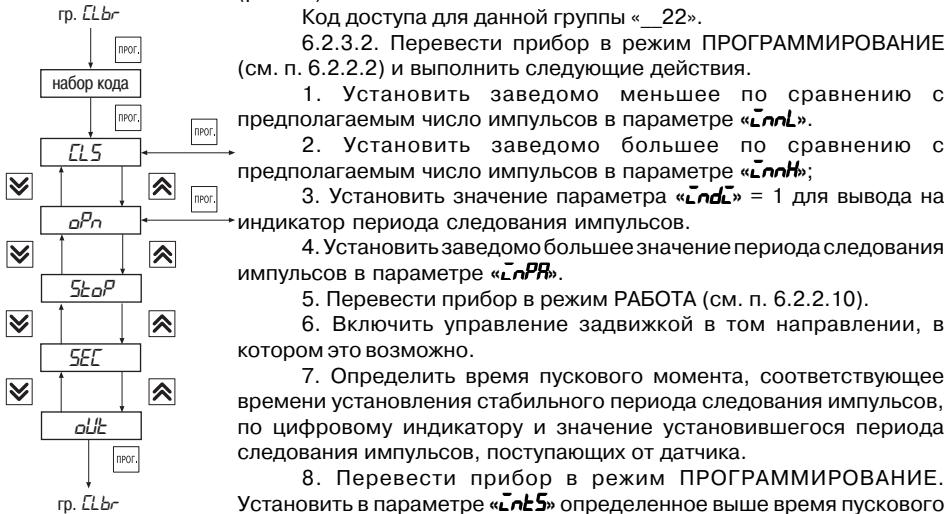

Рис. 23
**Группа «*Elbr*»** предназначена для настройки прибора на объект (рис.23).